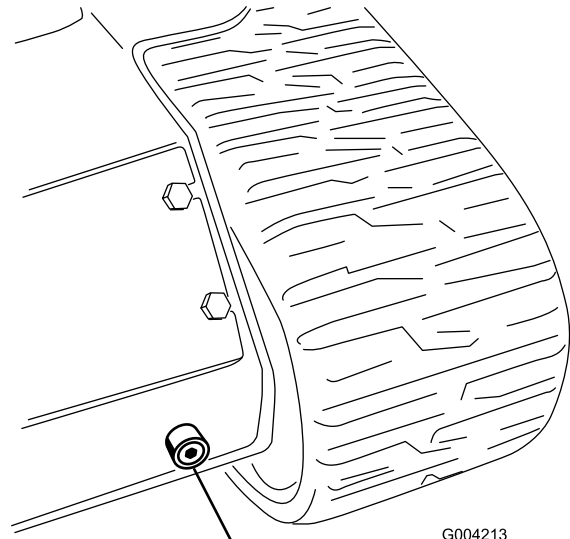

Figura 58
6. Coloque un recipiente grande (con capacidad para 56,8 litros) debajo del tapón de vaciado situado en la parte delantera de la unidad de tracción (Figura 58).
7. Retire el tapón de vaciado y deje fluir el aceite al recipiente (Figura 58).